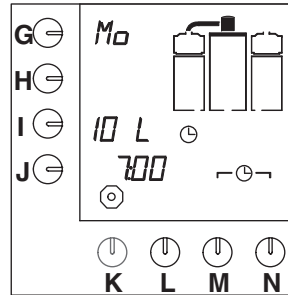

Abb. 15 Wartestellung der Schaltuhr
- Es erscheint ein Eingabezeichen ⌵ im Display. Die Uhr im Display beginnt zu blinken, und das System brüht zur eingestellten Zeit Kaffee auf. Im Display erscheint die Wartestellung (Abb.15).
- Die Uhr im Display beginnt zu blinken, und das System brüht zur eingestellten Zeit Kaffee auf. Im Display erscheint die Wartestellung (Abb.15).